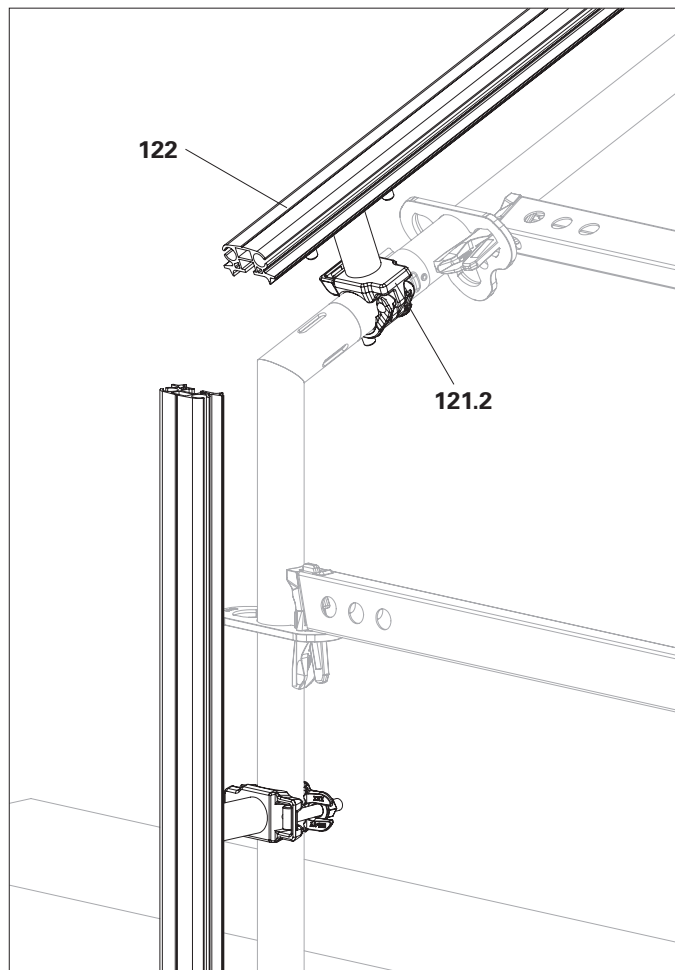

Fig. A14.02
3. Montare i binari Keder preassemblati con il lato del giunto (**121.2**) dell'attacco Keder sul rispettivo montante. (Fig. A14.02)